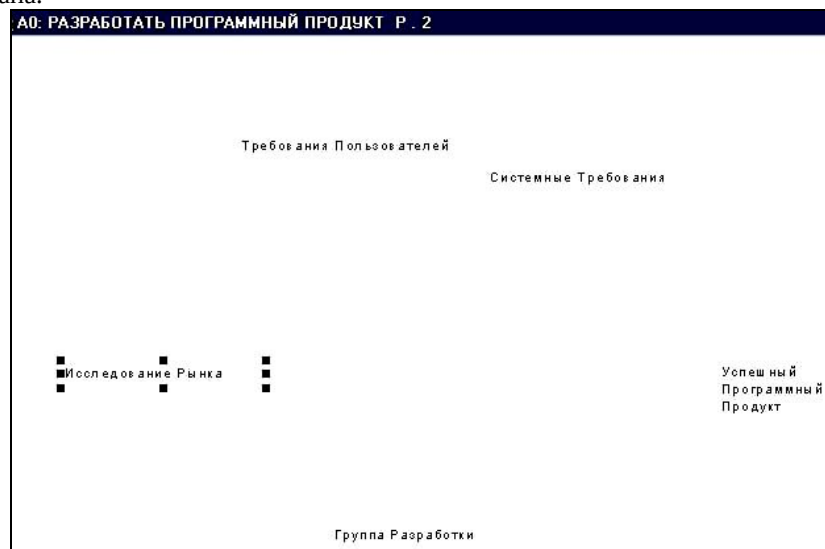

Рисунок 2.4 - Создание следующего уровня модели
- * Выберите команду Child (Наследник) Page, чтобы создать следующий уровень модели (рисунок 2.4).